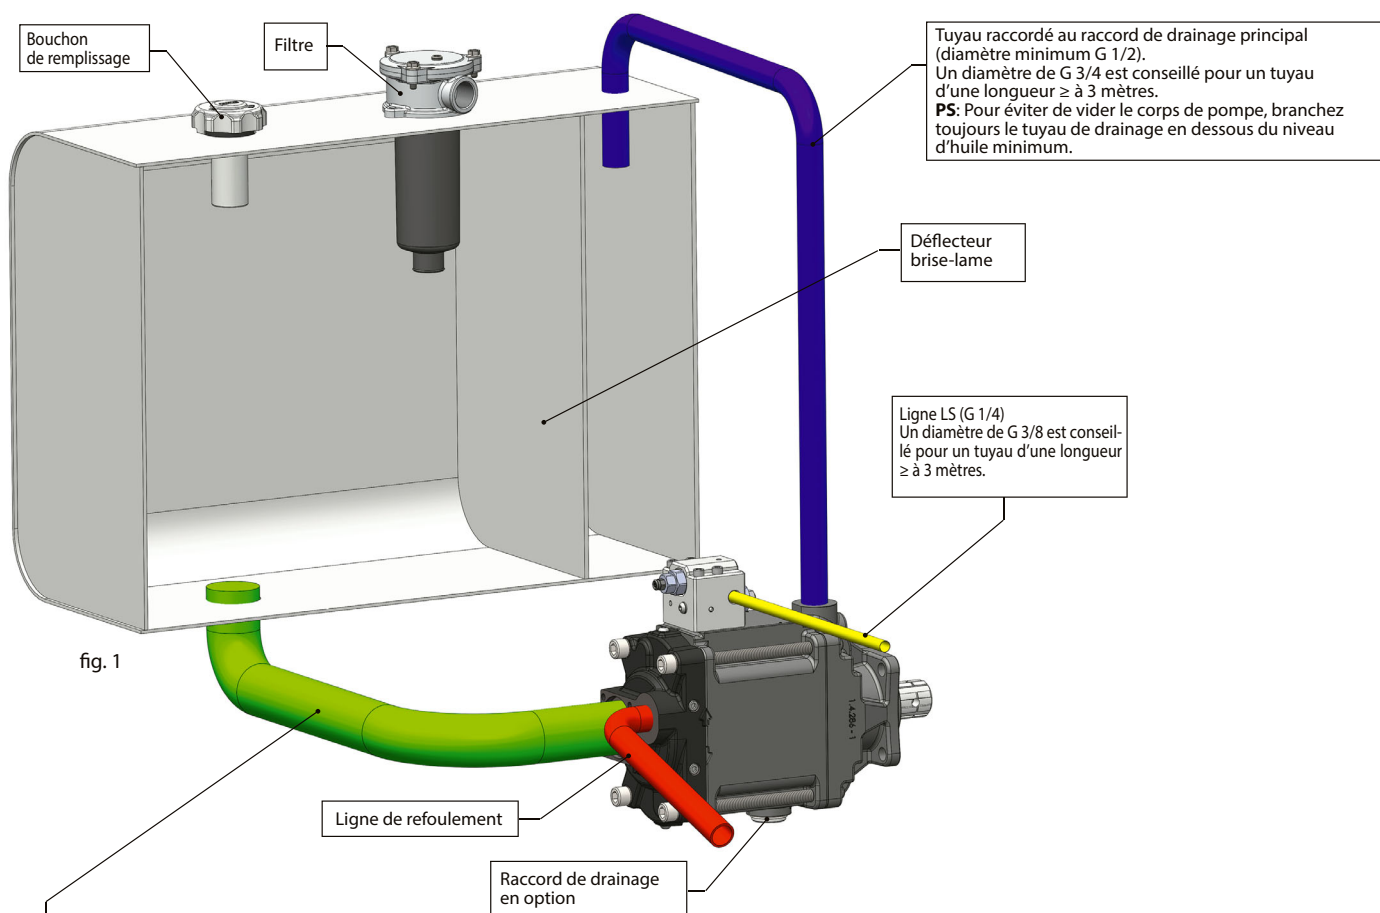

fig. 1
2. Conecte las tuberías (fig. 1) y pase a llenar la bomba (fig. 2).
2. Raccorder les tuyaux (fig. 1) et procéder au remplissage de la pompe (fig. 2).
2. Die Rohrleitungen (Abb. 1) anschließen und die Pumpe füllen (Abb. 2).